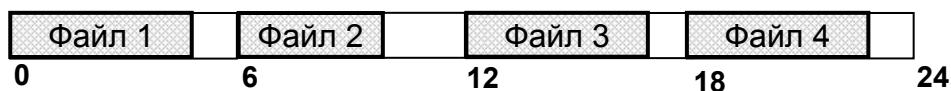
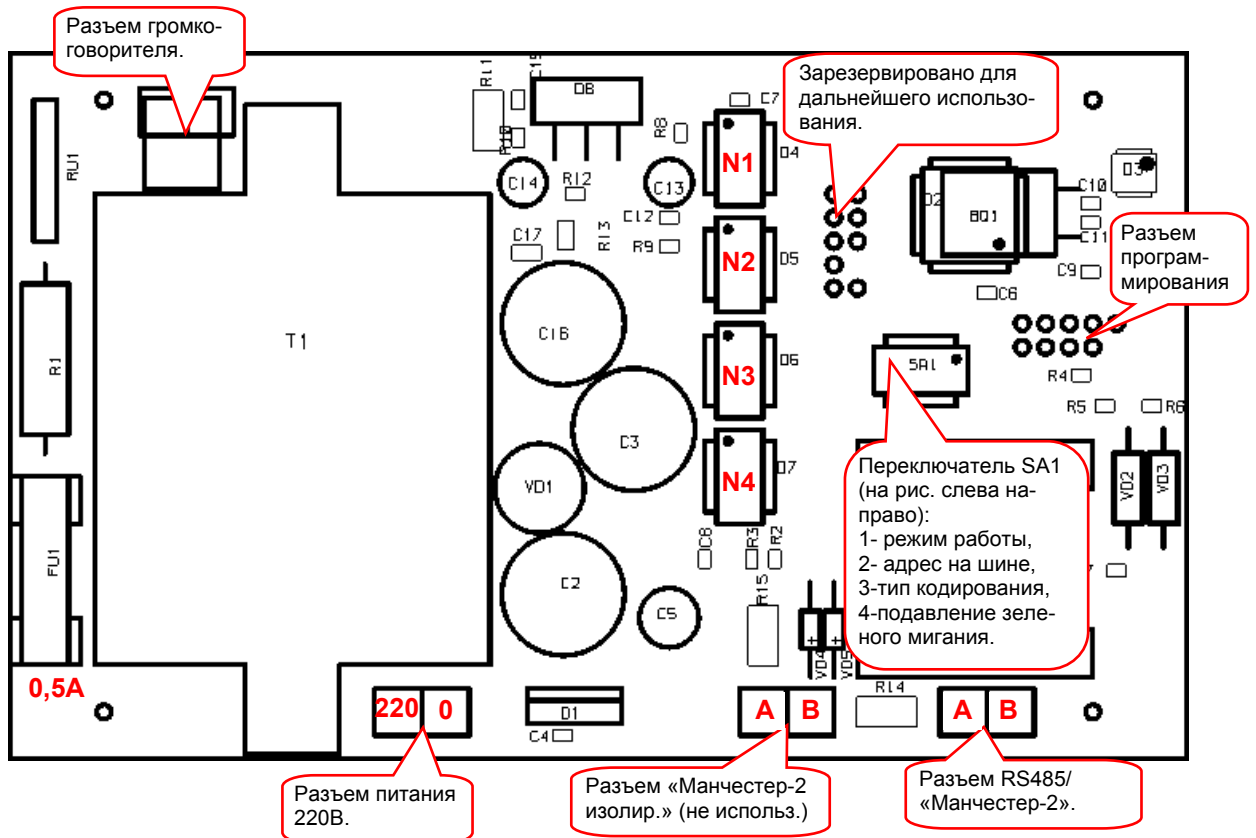

Рисунок 1. Статическое размещение речевых сообщений.
Рис.3. Внешний вид платы контроллера.
- 8.4.1. По статическим адресам (см. рисунок 1). В этом случае в каждую микросхему памяти записывается только один файл длительностью не более 6 секунд. Этот способ позволяет организовать пропуск звукового сопровождения для некоторых фаз. Например, если установлены только микросхемы N1, N3 (см. рисунок 3), звуковое сопровождение будет присутствовать только в фазах 1, 3.
- 8.4.2. По динамическим адресам (см. рисунок 2). В этом случае файлы .wav должны следовать непрерывно друг за другом. Общая длительность всех фраз определяется количеством установленных микросхем памяти, но не может превышать 24-х секунд. Длительность звучания каждого файла жестко не ограничивается. В микросхеме N1 (D4) (см. рисунок 3) хранятся первые 6 секунд сообщения, в микросхеме N2 (D5) – с 6-ой по 12-ую секунду и т.д
- 9.6. Вставьте разъем переходника в 9 отверстий печатной платы, расположенных рядом с кварцем со стороны установки элементов (ниже и правее D2, рис.3). Разъем переходника свободно входит в отверстия на печатной плате, поскольку диаметр отверстий увеличен. Для обеспечения электрического контакта разъем переходника следует наклонить относительно печатной платы. Во время процедуры подключения устройства операционная система может «потерять» виртуальный COM-порт и вывести сообщение о том, что одно из устройств функционирует неправильно. Это нормально. После подключения переходника для программирования подождите некоторое время – система должна обнаружить потерянный COM-порт.